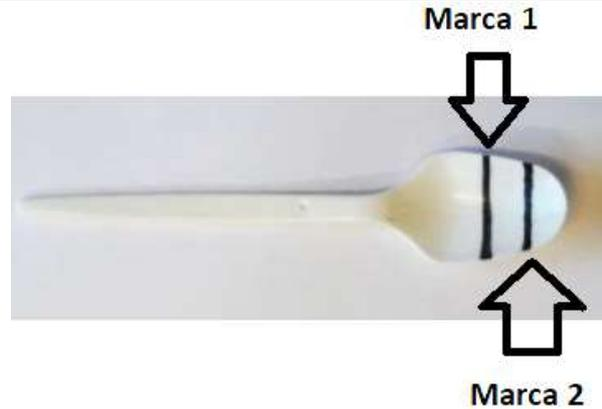

Figura 4
2. Tomen la cucharita de plástico y con el marcador indeleble realicen una marca que divida a la cuchara en dos partes iguales, la denominaremos marca 1 (**Figura 4**).
3. Luego en la extremidad de la cucharita marquen un cuarto de la cuchara, marca 2 (**Figura 4**).